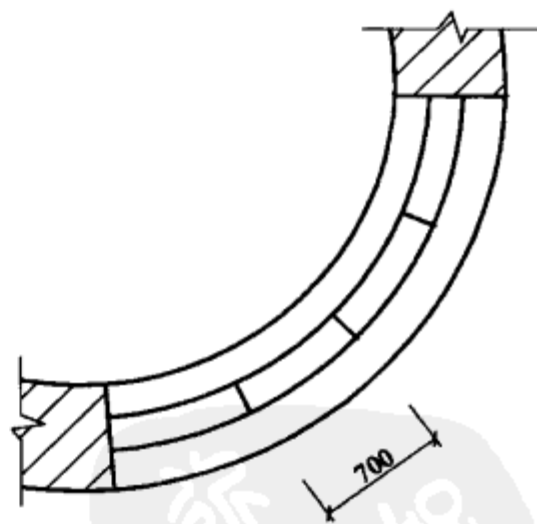

图 4-89 异形门窗平面示意图
**【例 90】** 如图 4-89 所示,求制作安装折线形铝合金固定窗 4 扇工程量(假设窗高 1.5m,每扇宽 0.7m)。
**【解】** (1) 定额工程量